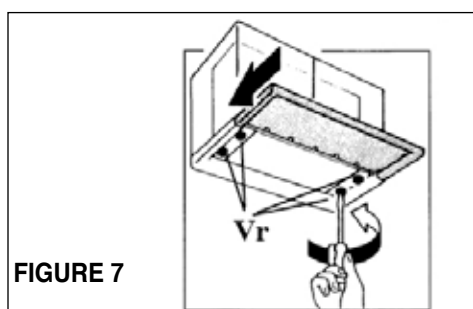

FIGURE 7
7. La hotte de cuisinière peut être ajustée d'avant à l'arrière de façon à ce que la hotte soit égale au devant du cabinet. Déserrer les 4 vis (**voir FIGURE 7**) et fermer la visière de verre. Ajuster la hotte jusqu'à ce que le devant de la hotte soit égal au devant du cabinet. Lorsque la hotte est parfaitement ajustée, glisser la visière de verre et reserrer les 4 vis.